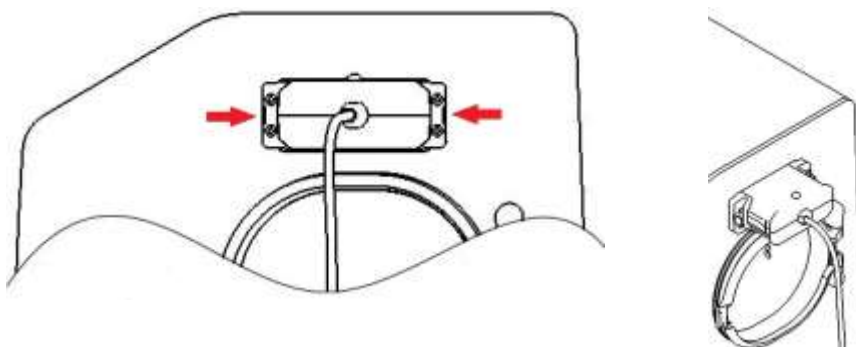

Figura 206 - Retirando módulo dos sensores
6. Para retirar a cúpula interna com o módulo de controle MC3 retire o módulo, conforme figura 206.
- Puxe as duas travas laterais e destrave o módulo dos sensores, conforme figura 206.